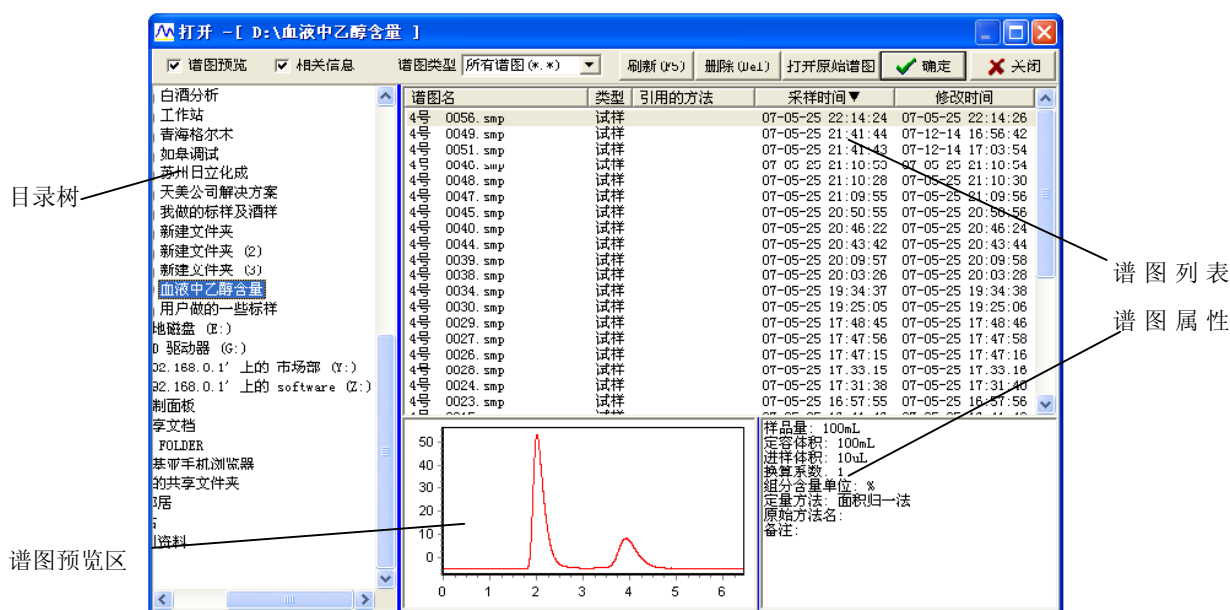

图 3-39
- (1) 点击“谱图”菜单中的“打开”，可弹出“打开谱图”对话框。如图 3-39 所示：